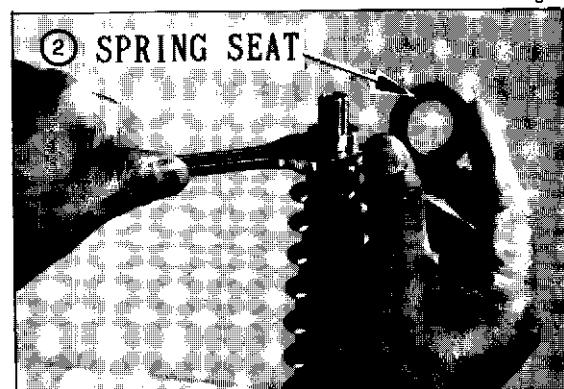

Fig. 2
- 4) Federzylinder entfernen (Bild 2).